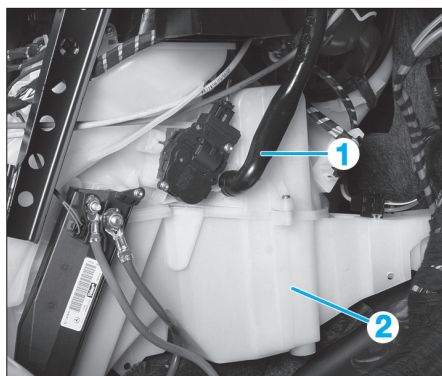

FIG. 35
- Déposer le tuyau (1) du bloc de chauffage (2) (Fig.35).